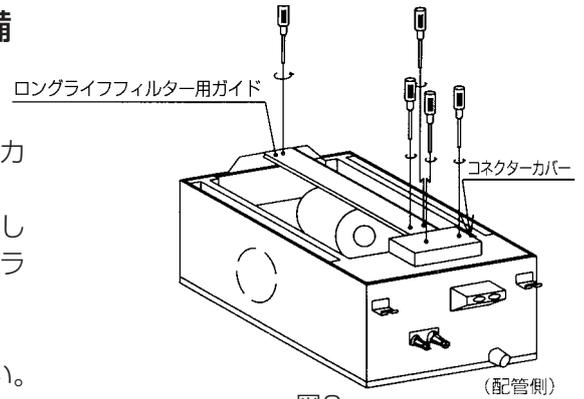

図3
1. ロングライフフィルター用ガイドの取外し (図3)
- ①ロングライフフィルターを取外してください。
- ②コネクターカバーの固定ネジ(2本)をはずしてコネクターカバーを取外してください。
- ③ネジ3本を取外しロングライフフィルター用ガイドを取外してください。(高性能フィルター使用の際は取外したロングライフフィルター用ガイドは使用しません。)